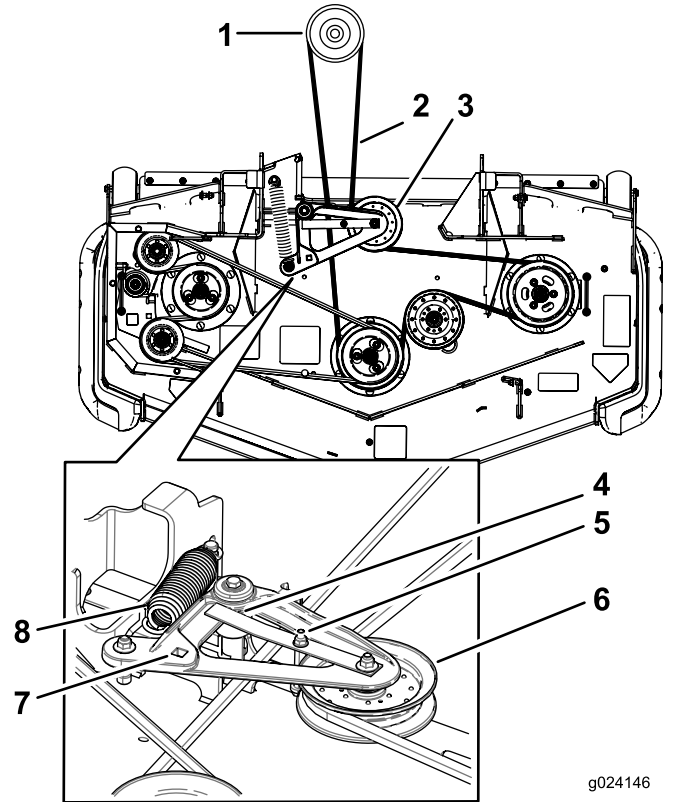

Figure 104
5. Soulevez le bac de plancher et insérez un rochet dans le trou carré de la poulie de tension du tablier (Figure 104).
6. Tournez la poulie de tension du tablier de coupe dans le sens horaire, tirez sur la patte du guide-courroie et déposez la courroie du tablier de coupe de l'embrayage (Figure 104).